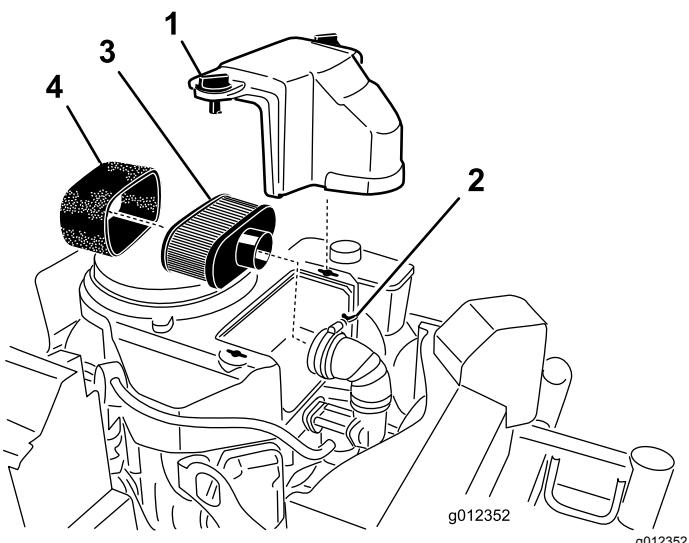

Figura 21
3. Pulite intorno al filtro dell'aria per evitare che la morchia possa penetrare nel motore provocando gravi danni (Figura 21).
4. Svitate le manopole del coperchio e togliete il coperchio del filtro dell'aria (Figura 21).
5. Allentate la fascetta stringitubo e togliete il gruppo del filtro dell'aria (Figura 21).
6. Togliete con cautela l'elemento in schiuma sintetica dall'elemento di carta (Figura 21).
1. Non pulite il filtro di carta. Sostituitelo (Figura 21).
1. Infilate con cautela l'elemento in schiuma sintetica sopra l'elemento di carta del filtro dell'aria (Figura 21).
2. Montate il filtro dell'aria completo sulla relativa base e fissatelo con i 2 dadi ad alette (Figura 21).
3. Montate il coperchio del filtro dell'aria e serrate la manopola del coperchio (Figura 21).